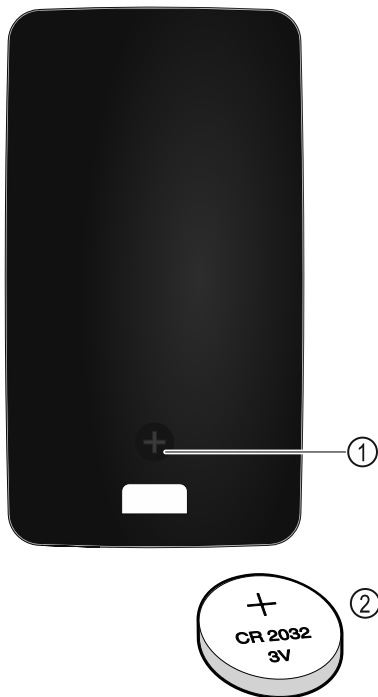

Fig. 229
Strømforsyningen til fjernstyringen sker via et batteri af typen CR 2032 med 3 V Fig. 229 (2), som kan fås hos fagforhandleren.
- ▶ Skru skruen Fig. 229 (1) ud på bagsiden af fjernbetjeningen.